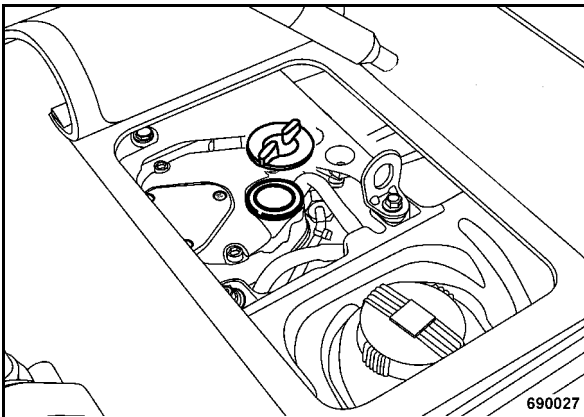

рис. 49
- Вывинтить резьбовую пробку маслоналивного отверстия (рис. 49).